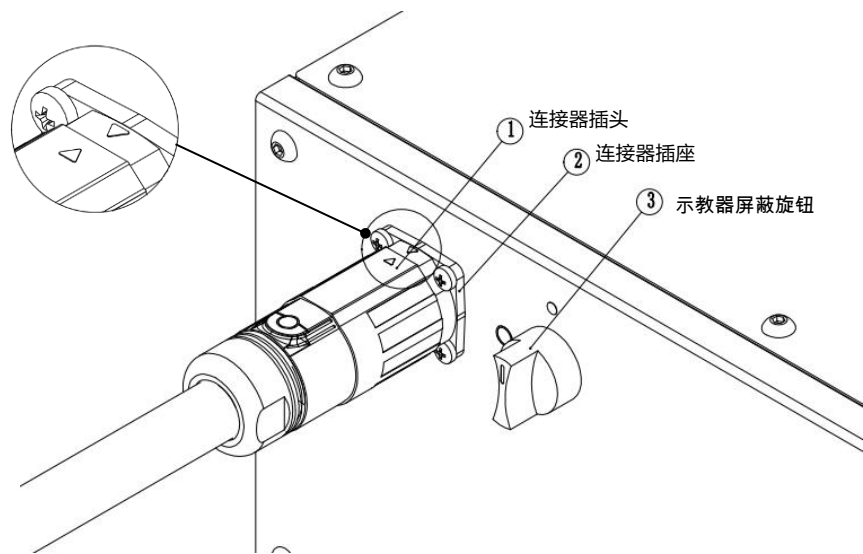

图 2-3 示教器连接接口
示教器采用快插式连接器连接（见图 2-3）。
步骤 2 将连接器插头①的三角符号与连接器插座②的三角符号对齐（如图 2-3 的局部放大图），推入连接器插头①，并顺时针旋转 45°，使其与连接器插座②卡紧。